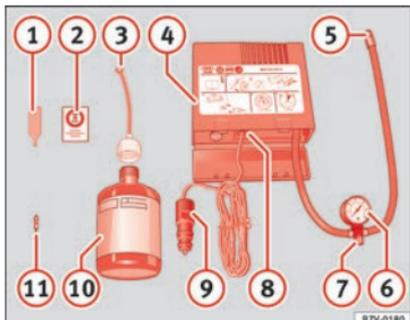

Fig. 67 Représentation standard : contenu du kit anticrevaison.
- Dévissez le capuchon et l'obus de la valve du pneu. Utilisez l'appareil » fig. 67 ① pour extraire l'obus. Placez-le sur une surface propre.
- Agitez fortement la bouteille de produit de colmatage des pneus » fig. 67 ⑩.
- Vissez le tuyau de gonflage » fig. 67 ③ sur la bouteille de produit de colmatage. Le
- Retirez le bouchon du tuyau de remplissage » fig. 67 ③, puis vissez l'extrémité ouverte du tuyau sur la valve du pneu.
- Placez de nouveau l'obus de valve sur la valve du pneu avec l'outil » fig. 67 ①.
- Vissez le tuyau de gonflage du pneu du compresseur » fig. 67 ⑤ sur la valve du pneu.
- Vérifiez si la vis d'évacuation d'air est serrée » fig. 67 ⑦.
- Branchez le connecteur » fig. 67 ⑨ à une prise de courant de 12 volts du véhicule » fig. 67 ⑧, page 166.
- Raccordez le compresseur d'air au commutateur ON/OFF » fig. 67 ⑧.
- Contrôlez de nouveau la pression au bout de 10 minutes » fig. 67, page 99.